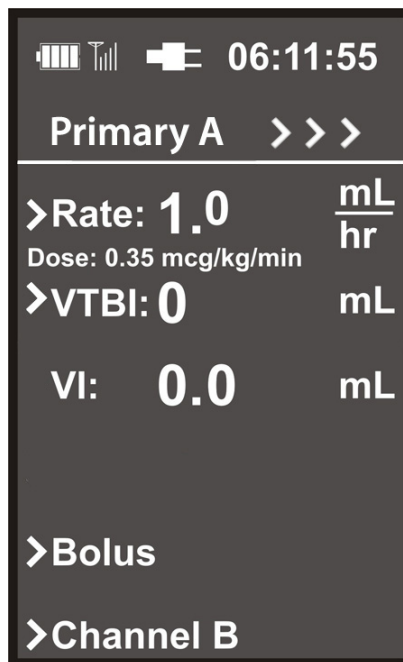

Figure 4-8. Ecran principal avec affichage de la vitesse d'administration
- t. Presser la touche de commande START/STOP (Marche/Arrêt) du canal correspondant. L'écran principal de fonctionnement s'affiche avec les paramètres introduits via l'écran de calcul de la vitesse d'administration ; la valeur de la dose est affichée entre les paramètres Rate (Débit) et VTBI (Volume à perfuser) (**voir figure 4-8**).
- u. Presser la touche de commande START/STOP (Marche/Arrêt) du canal correspondant. L'écran principal de fonctionnement s'affiche avec les paramètres introduits via l'écran de calcul de la vitesse d'administration ; la valeur de la dose est affichée entre les paramètres Rate (Débit) et VTBI (Volume à perfuser) (**voir figure 4-8.**)
- u. Presser la touche de commande START/STOP (Marche/Arrêt) du canal correspondant. L'écran principal de fonctionnement s'affiche avec les paramètres introduits via l'écran de calcul de la vitesse d'administration ; la valeur de la dose est affichée entre les paramètres Rate (Débit) et VTBI (Volume à perfuser) (**voir figure 4-8**).